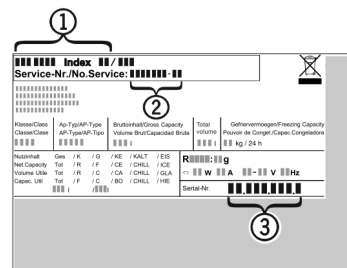

Fig. 15
- Odczytać z tabliczki znamionowej oznaczenie urządzenia Fig. 15 (1), nr serwisowy Fig. 15 (2) oraz numer seryjny Fig. 15 (3). Tabliczka znamionowa znajduje się po lewej stronie wewnątrz urządzenia.
- Poinformować serwis i podać opis zaktócenia, oznaczenie urządzenia Fig. 15 (1), nr serwisowy Fig. 15 (2) oraz numer seryjny Fig. 15 (3).